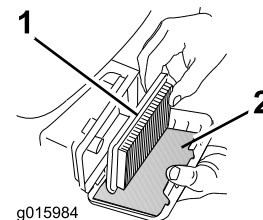

Figura 25
3. Estraete il filtro aria di carta e il prefiltro in schiuma sintetica (Figura 25).